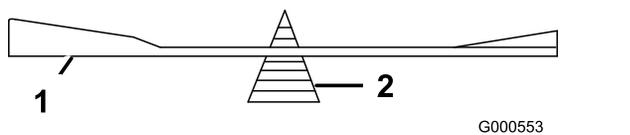

Рисунок 72
2. Проверьте балансировку ножа с помощью балансирующего устройства для ножей (Рисунок 72).